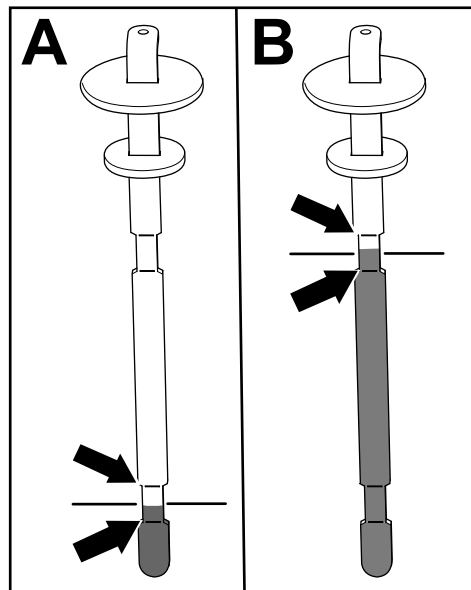

図 79
5. ディップスティックを抜いて油量を点検する 図 79。
2本のマークの間であれば適切A 図 79。その下のマークより上でもOK。
- 油圧駆動式アタッチメント用ホースキットを搭載している場合オイル量がディップスティックについている上側の2本のマークの間であれば適切B 図 79。